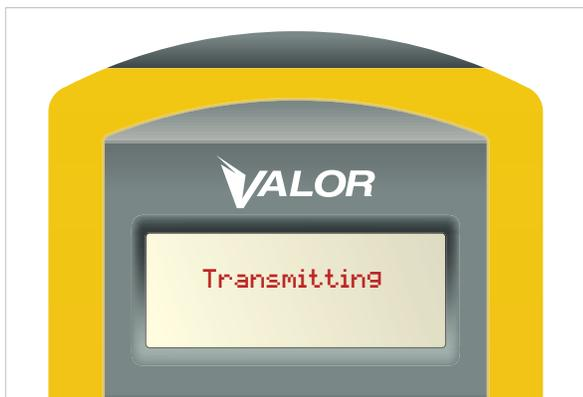

Figure 15
1. Le SmarTool transmettra les données d'identification à l'émetteur-récepteur CANbus de Valor. Transmitting (transmission en cours) s'affiche à l'écran. (Figure 15)